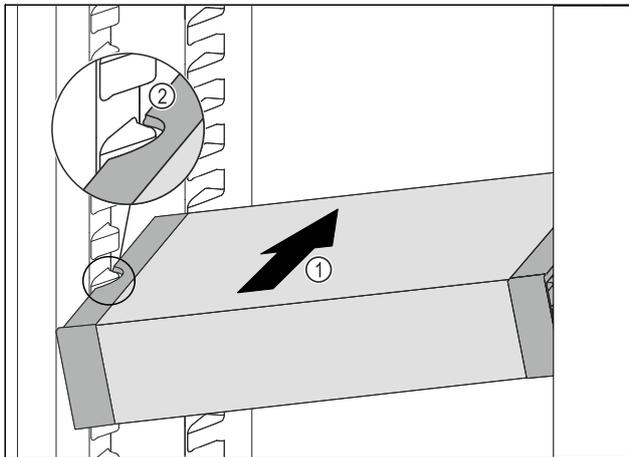

Fig. 83
- Introduzca el VarioSafe en posición oblicua en el compartimento del frigorífico Fig. 83 (1) hasta que los huecos laterales Fig. 83 (2) del VarioSafe se encuentren a la altura de la nervadura del recipiente en el compartimento frigorífico.